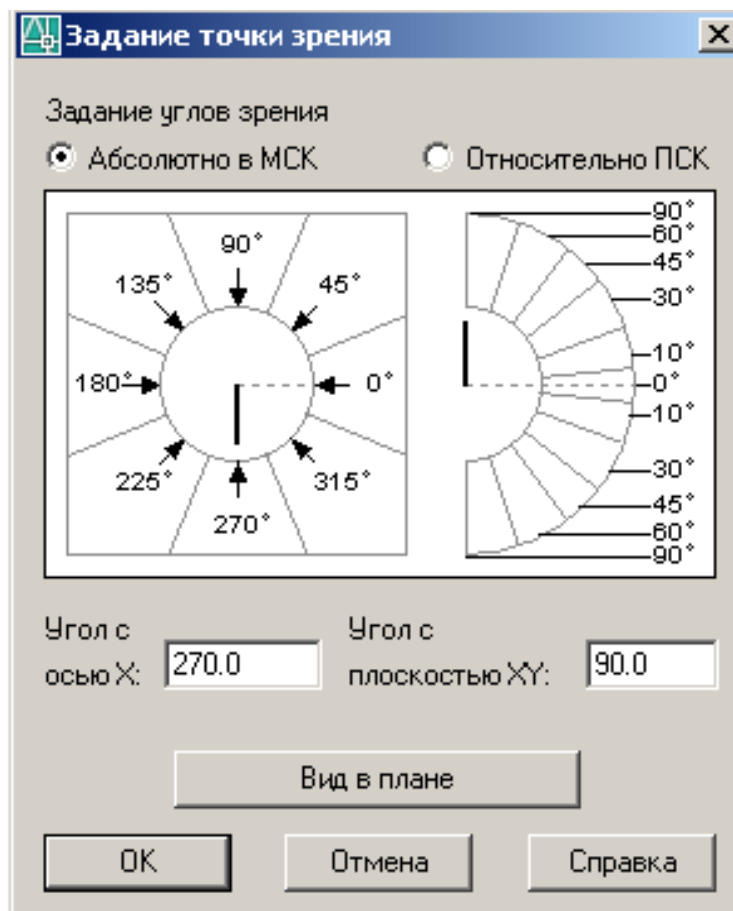

Рис. 3
- вводом двух пространственных углов опции **Поверни** через диалоговое окно команды ДИАЛТЗРЕН (_DDVPOINT), (рис. 3).